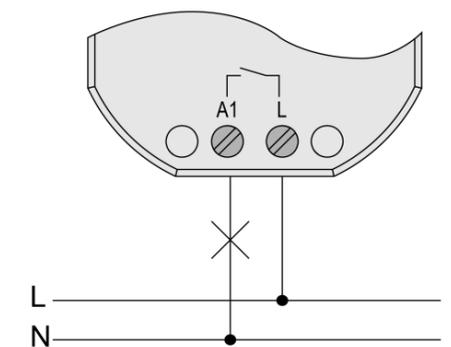

Figura 3: Collegamento del carico
- Collegare il carico secondo lo schema esemplificativo (Figura 3).